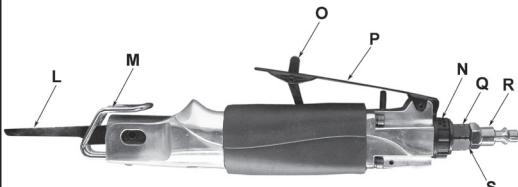

Figure 2
- Installez un raccord mâle 1/4 po NPT (R) (non inclus) à l'orifice d'admission d'air de l'outil (voir Figure 2). **Remarque :** *Enveloppez toutes les extrémités filetées à l'aide de ruban d'étanchéité en teflon.*
- Assurez-vous que la lame (L) et que le protège-lame (M) sont bien assujettis avant chaque utilisation (voir « Remplacement des lames »).